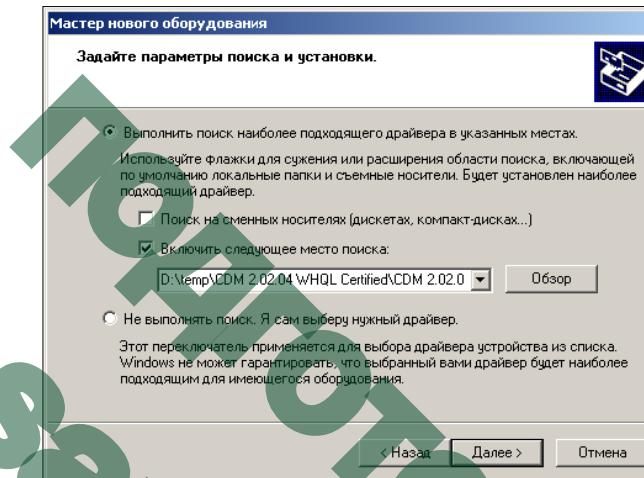

Рис. 3.11
- При инсталляции драйвера необходимо указывать его местоположение (папку, куда Вы скачали файл с драйверами). Выберите "Поиск подходящего драйвера в указанных местах". Введите в строке путь к файлу, рис. 3.11 или, нажав на кнопку "Обзор", выберите и укажите папку, в которой находятся драйвера. После того, как выбрали и указали путь, нажмите кнопку "Далее" для продолжения установки.